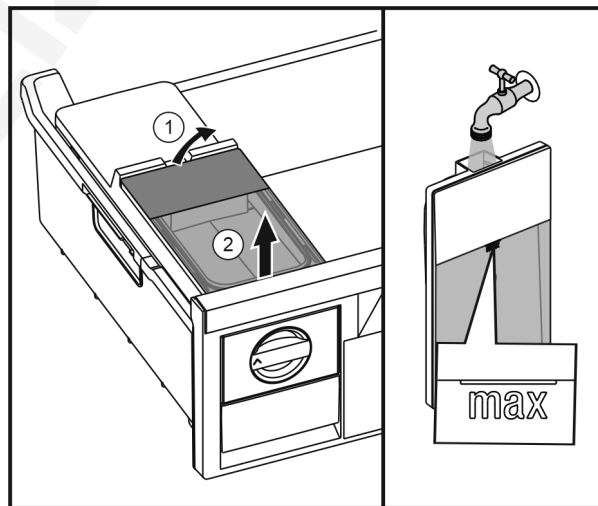

Fig. 34
- ▶ Emelje meg hátulról a víztartályt Fig. 34 (1), és felfelé vegye ki Fig. 34 (2).